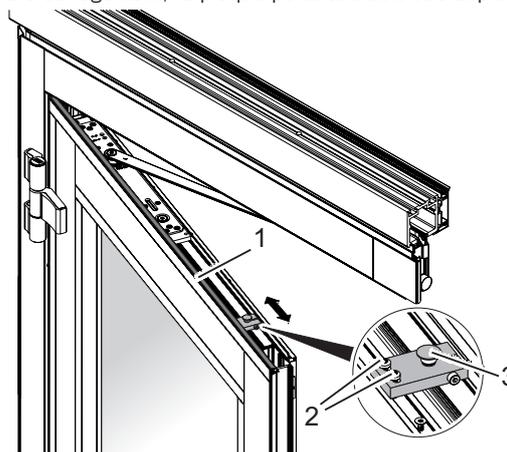

Fig. 31: Déplacement de la plaque porte-axe
1. Sortir le joint de caoutchouc (Fig. 31/1).
2. Desserrer les vis (Fig. 31/2).
3. Déplacer la plaque porte-axe (Fig. 31/3) jusqu'à ce que la tête champignon s'engrène dans le logement.
4. Serrer les vis (Fig. 31/2).